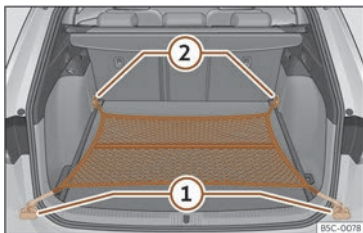

Abb. 196 Im Gepäckraum: flach eingehängtes Gepäcknetz.
- Hängen Sie die Haken in die Verzurrösen ein >>> (Abb. 196) ① und ② >>> ⚠. Der Reißverschluss des Gepäcknetzes muss dabei nach oben zeigen.